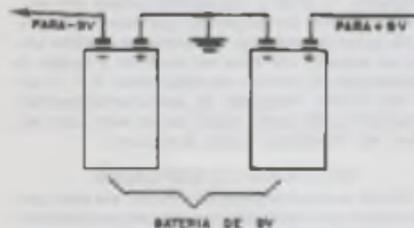

FIGURA 6: Configuração para ligação das baterias de 9 V para suprir a alimentação do circuito da fig. 3
1) Como o circuito é de baixo consumo, ele pode ser feita através da utilização de duas baterias de 9 V ligadas em série, como indica a figura 6.